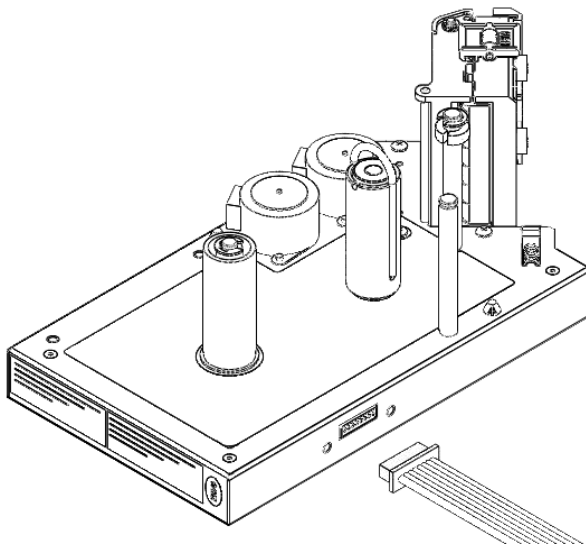

图 4. 4-1 连接电缆
- 将接口电缆插入接口内（图4. 4-1）。
介质规格确认：BT-UR056 打印机纸卷轴结构为套筒结构（图 4. 5-1），纸卷轴芯轴直径为 $\phi 7\text{mm}$ ，纸卷轴外套直径为 $\phi 24\text{mm}$ ，若使用的纸卷内径为 $\phi 12.7\text{mm}$ ，需要将纸卷轴外套拆下。